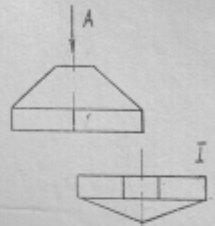

Рис. 5
6. Укажите название вида, выполненного по стрелке А и обозначенного цифрой 1 на рис. 5.